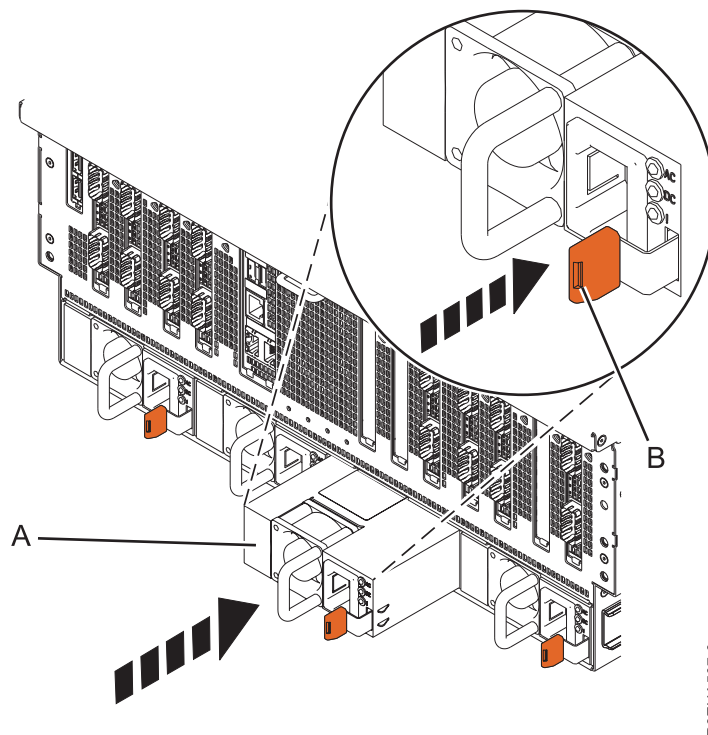

Figura 16. Substituindo a fonte de alimentação no sistema
3. Alinhe a fonte de alimentação (**A**) com o compartimento e deslize-a para o sistema, até que a trava terracotta (**B**) trave no lugar, conforme mostrado em Figura 16 na página 16.